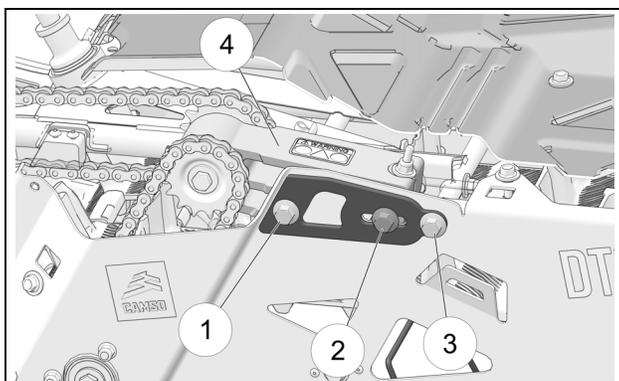

Figure 3
- Desserrer les boulons de fixation (1), (2) et (3) du panneau latéral droit pour permettre au tendeur de chaînes (4) de pivoter sur son axe. Voir la Figure 3.